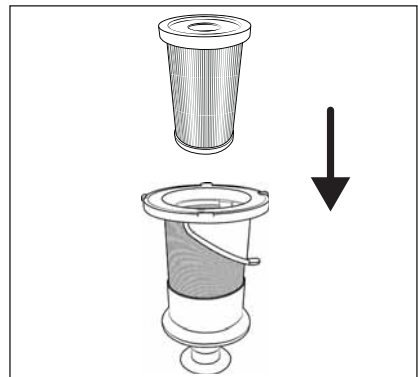

Abb. 22
- 7) Setzen Sie den HEPA-Filter **4** in den Edelstahlfilter **5** ein (siehe Abb. 22).